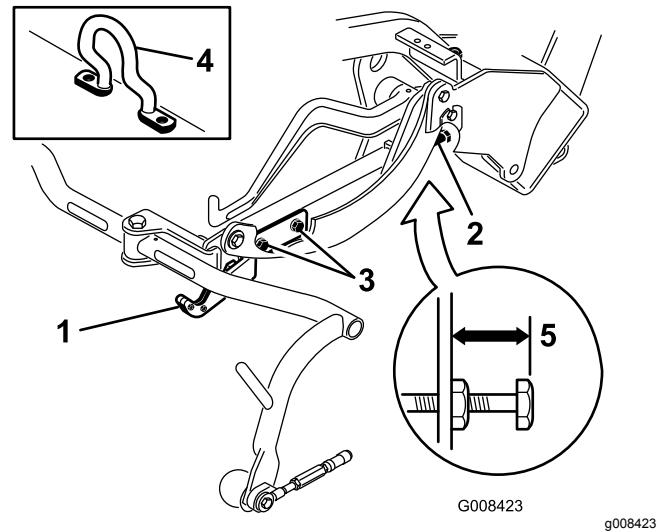
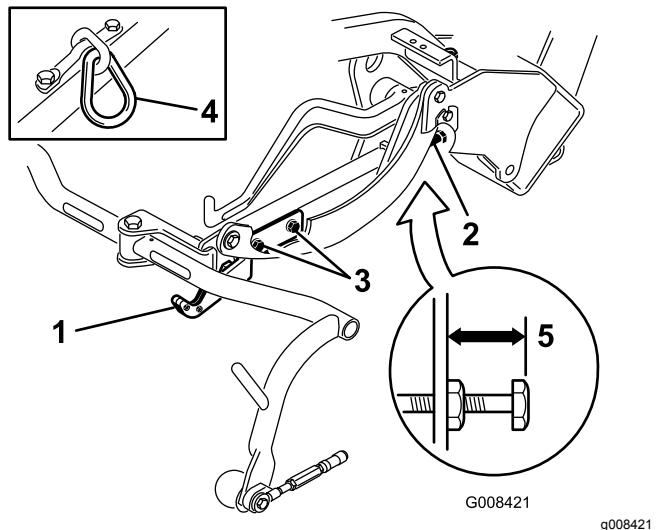
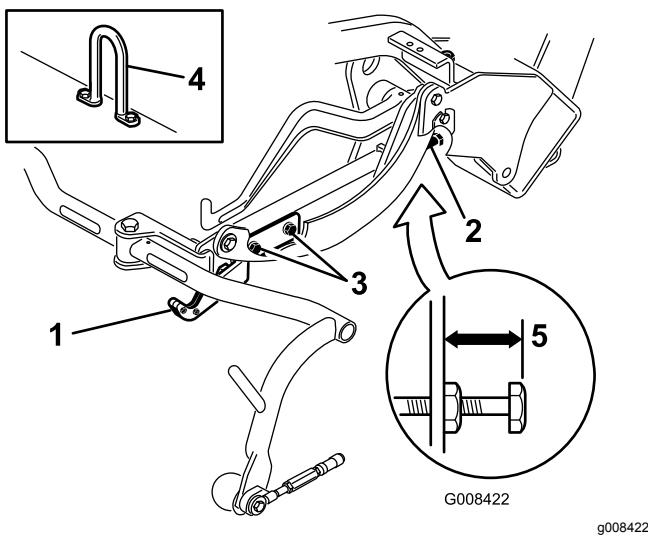

Bild 12
Bild 13
Bild 14
Prüfen Sie die Transporthöhe (Bild 13 und Bild 14) und stellen Sie diese ggf. ein.
2. An Schneideeinheiten, die einen Versatzhubhaken haben (Bild 12, Einsatz) müssen Sie darauf achten, dass der Abstand von der Oberkante der Einstellschraube am Trägerrahmen bis zur Rückseite des Trägerrahmens 25 mm beträgt. Sollte der Abstand nicht 25 mm betragen, gehen Sie auf Schritt 4.
3. An Schneideeinheiten, die ein Kettenglied oder einen geraden Hubhaken haben (Bild 13 und Bild 14, Einsatz) müssen Sie darauf achten, dass der Abstand von der Oberkante der Einstellschraube am Trägerrahmen bis zur Rückseite des Trägerrahmens 22 mm beträgt. Sollte der Abstand nicht 22 mm sein, gehen Sie auf Schritt 4. Wenn die Schneideeinheit mit einem Versatzhublenker (Bild 12) ausgestattet ist, gehen Sie auf den nächsten Schritt.
4. Lockern Sie die Befestigungsschrauben an der Transportplatte (Bild 13, Bild 14 und Bild 12).
7. Wenn die Trägerrahmen nicht dieselbe Höhe aufweisen, lösen Sie die Klemmmutter an der Einstellschraube des Trägerrahmens (Bild 12, Bild 13 und Bild 14). Drehen Sie die Schraube raus, um den Trägerrahmen anzuheben, oder drehen Sie die Schraube rein, um ihn abzusenken. Ziehen Sie die Klemmmutter wieder an, nachdem Sie die korrekte Höhe eingestellt haben.